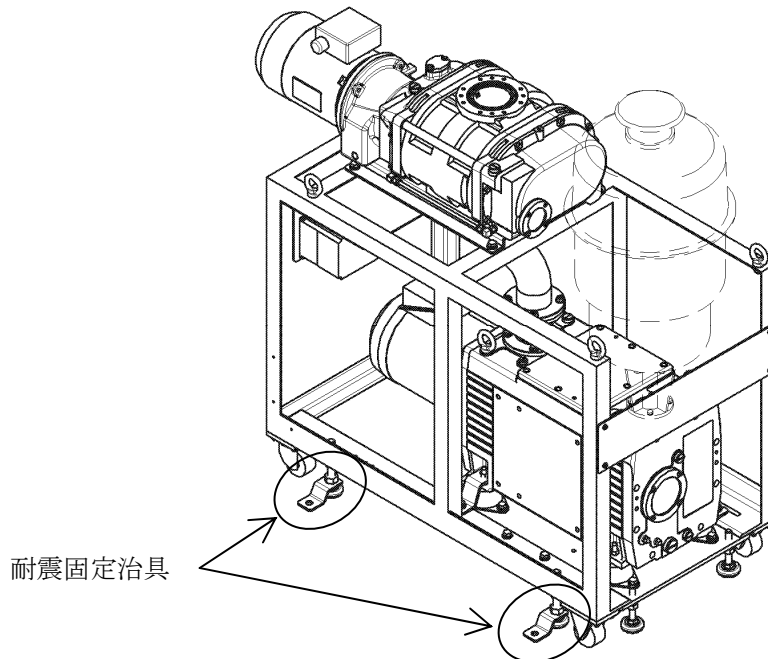

図1 耐震固定治具による固定
地震による転倒防止に備え、付属されている耐震固定治具4点で固定してください(図1参照)。固定にはM16のボルト(ナット)をご準備ください。
- ①地震による転倒防止に備え、ポンプは下記の図 1のように、耐震固定治具4点で確実に固定してください。固定には M16 のボルト(ナット)をご準備ください。固定が不十分だと転倒したり、移動したりして、周辺機器を破損させる可能性があります。
- ②真空配管、冷却水配管、電線については、既定の揺れに対して、配管が破れたり、外れたりしない様、揺れを吸収できる構造にしてください。